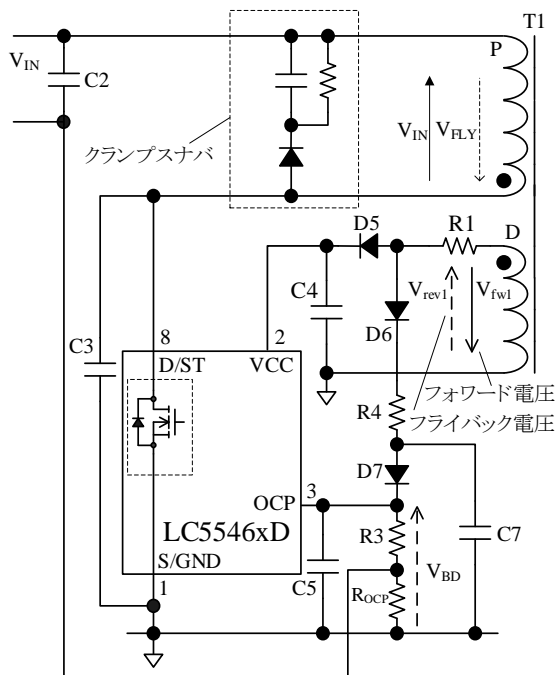
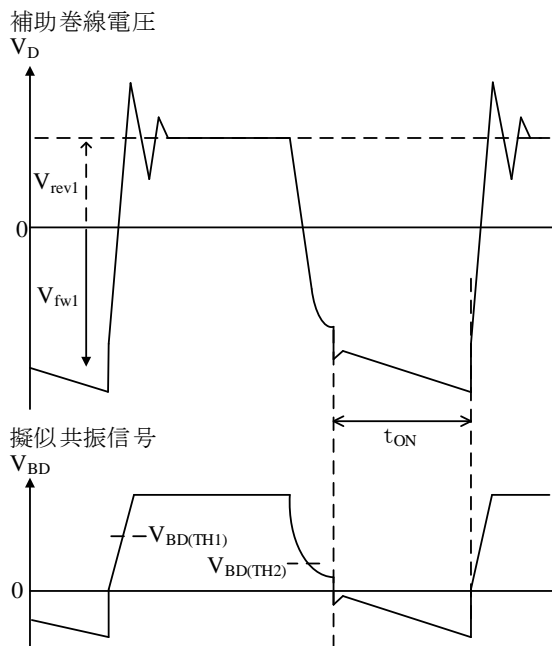

図 9-14 OCP 端子周辺回路
図 9-15 補助巻線電圧
図 9-14 に OCP 端子周辺回路、図 9-15 に補助巻線電圧波形を示します。本 IC は、 V_{DS} 波形に同期した補助巻線電圧を、遅延回路（図 9-14 の D6、R4、C7、D7）を経由して OCP 端子で検出し、ボトムオン動作させます。この遅延回路で、 V_{DS} 電圧波形の自由振動開始から、パワーMOSFET をターンオンさせるまでの時間（遅延時間 t_{ONDLY} ）を調整します。フライバック期間（パワーMOSFET がオフの期間）は、補助巻線電圧から遅延回路を経由して、OCP 端子にプラス電圧を供給します（擬似共振信号 V_{BD} ）。
- 図 9-14 の C5 を IC のできるだけ近くに配置し、OCP 端子と S/GND 端子の間に最短で接続する。